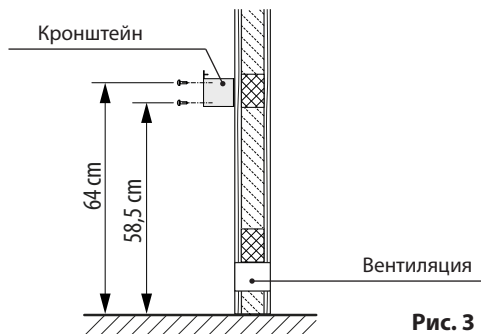

Рис. 3
- Настенный держатель, как показано на рис. 3 + 4 крепко привернуть болтами к стене - по центру над приточной вентиляцией.